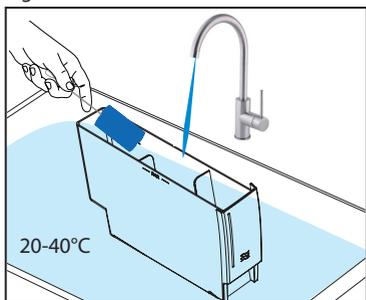

Fig. 2
2. Lavez le réservoir d'eau à l'eau propre, à 20-40 °C. Au besoin, vous pouvez utiliser un agent de nettoyage sans risque alimentaire. (Voir Fig. 2)